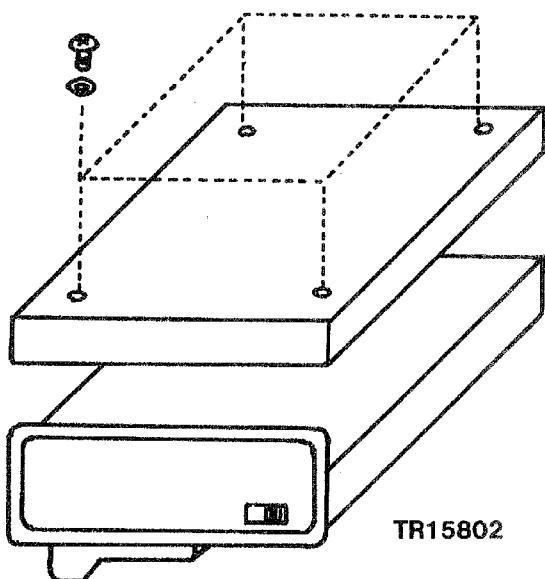

図 6-1 ケースのはずし方
- ① **2114H** 本体から **TR15802** バッテリ・ユニットを外します。
- ② 上ケースにある4本のネジを外し、ケースを外します。〔図6-1〕 参照